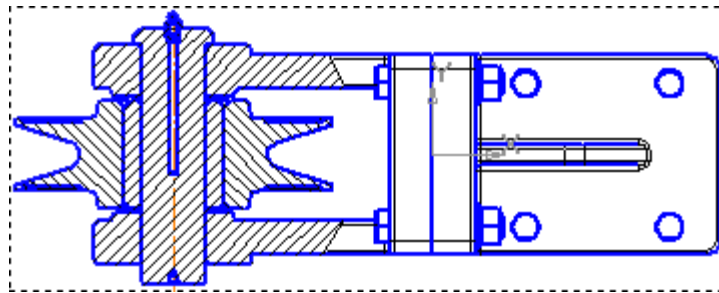

Рисунок 10.
- Создайте местный разрез, указав в качестве контура окружность. Положение секущей плоскости укажите на Главном виде (центральная точка Ролика) (рис.10).